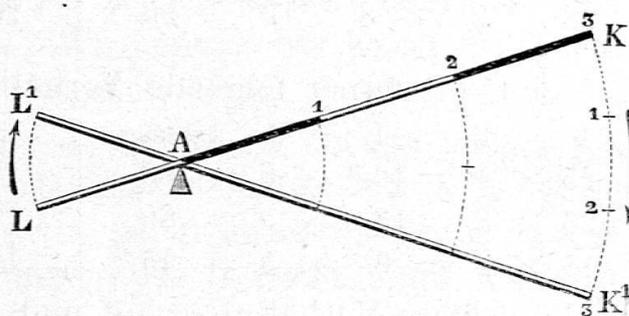

Fig. 4.
c) Vergleicht die Wege von Kraft und Last, wenn ihr den Hebel auf- und abbewegt und stellt eine Skizze her. (Siehe Fig. 4.)